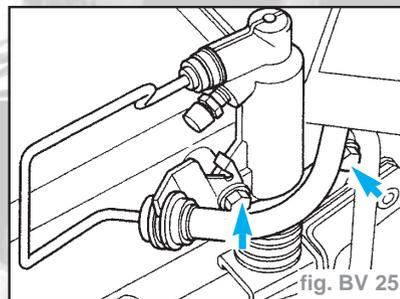

fig. BV 25
- Déposer maintenant le cylindre récepteur (flèches) et le mettre de côté en hauteur, le fixer avec un fil métallique, ne pas ouvrir le système de conduites (fig. BV 25).
- Reposer le cylindre récepteur (flèches) (fig. BV. 25).